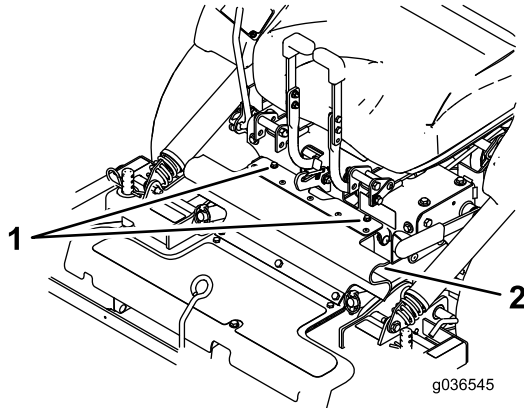

Figure 8
3. Desserrez les boulons fixés au déflecteur en caoutchouc (Figure 8).
3. Fixez la protection en caoutchouc à l'aide des boulons (Figure 8).